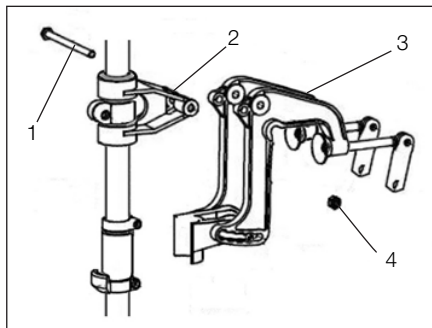

Рис. 2 Установка кронштейна крепления
2. Установите кронштейн 3 крепления устройства к транцу лодки на поворотный кронштейн 2 штанги (Рис. 2). Совместите отверстия в кронштейнах 2 и 3, вставьте в отверстие болт 1 и закрутите гайку 4 до упора (Рис. 2).